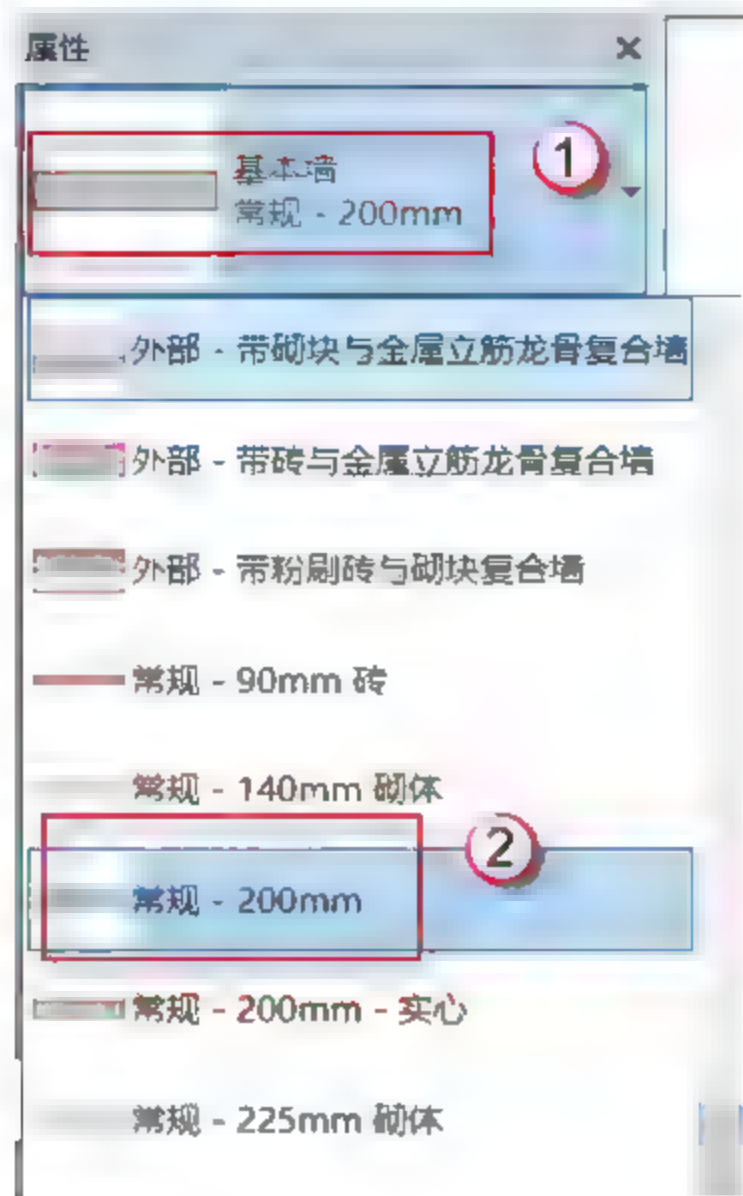

图 10.1.1 选择基本墙族
(1) 打开“基本墙”族。选择“建筑”→“墙”→“墙：建筑”命令，也可以直接按快捷键 W+A，选择“基本墙”族。在“属性”面板中选择“基本墙”→“常规-200mm”选项（注意当前列表框中有 3 种墙族，即叠层墙、基本墙、幕墙），如图 10.1.1 所示。
(2) 复制创建“一层红色砌体外墙-300mm”族类型。单击“属性”面板中的“编辑类型”按钮，在弹出的“类型属性”对话框中单击“复制”按钮，在弹出的“名称”对话框